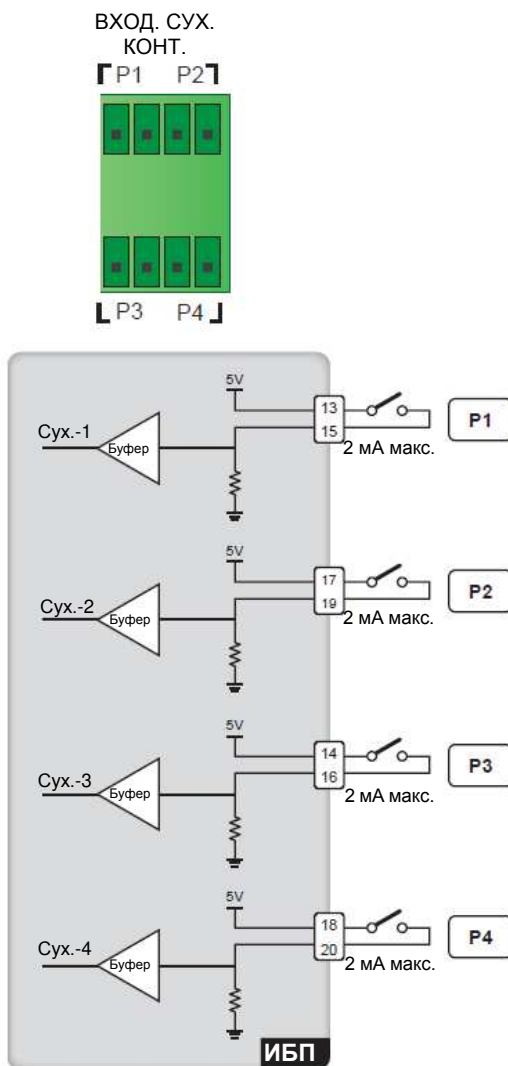

Рисунок 4-10: Схема входных сухих контактов
В комплекте есть четыре набора программируемых входных сухих контактов (см. **Рисунок 4-10**). Входные сухие контакты позволяют ИБП принимать внешние сигналы с периферийных устройств, на которые ИБП отвечает соответственно. Используйте сенсорную панель для настройки каждого сухого контакта как нормально разомкнутого (NO) или нормально замкнутого (NC). Каждому входному сухому контакту можно назначить конкретное событие. Можно назначить до шести событий, исходя из области применения ИБП. Для информации о таких четырех событиях см. таблицу ниже. Для изучения инструкций по настройке, свяжитесь с местным дилером и обратитесь к п. **7.10.6 Настройка сухих контактов**.